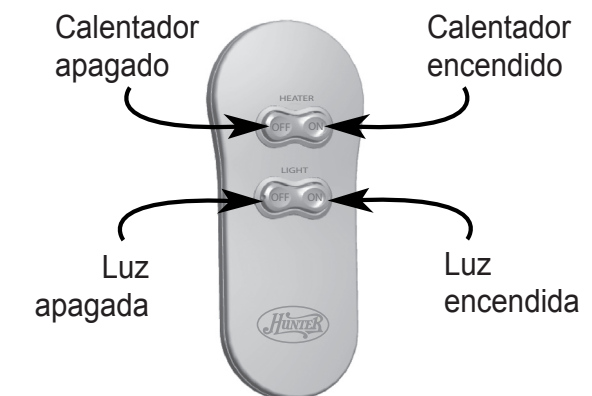

Figura 13 - Botones del transmisor
- 3) Use los botones Heater On/Off en el transmisor para encender y apagar el calentador. Vea la Figura 13.